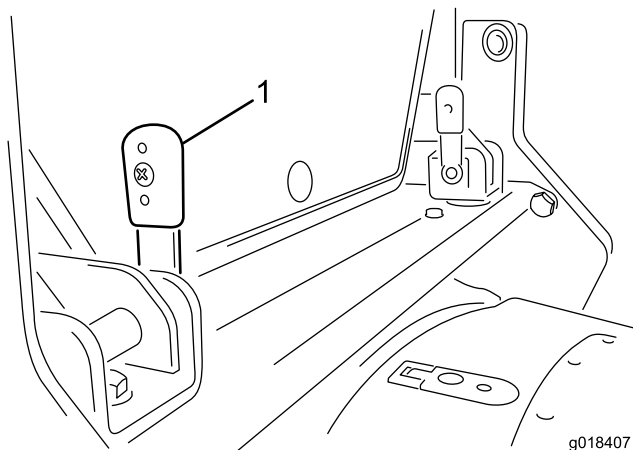

図 12
1. キャブの後部についているロックingleバー(2本を上向きにする 図 12)。
3. 縦位置になっているレバー(図 12)を、ブラケットにセットする。レバーのセットには多少の手間がかかるかもしれませんが。ロックingleペグとスロットとをきちんと整列させてレバーを差し込んでください。